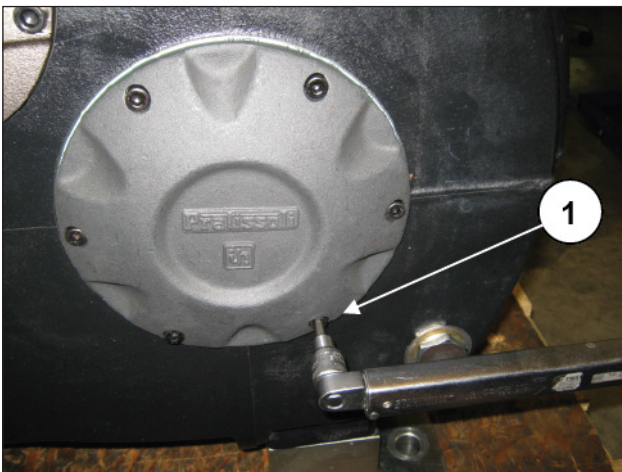

Abb. 122
Montieren Sie den Schaft der Ölpumpensteuerung mithilfe der vier Schrauben M8 an die Kurbelwelle (Pos. ①, Abb. 122) und ziehen Sie diese mit einem Drehmomentschlüssel auf das im Absatz 3 angegebene Anzugsmoment an.